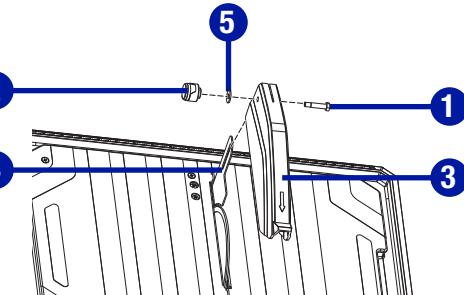

Fig. 4
INSTALLATION DU PROTÈGE-LAME SUPÉRIEUR (Fig. 4)
Dommage à l'article! Ne serrez pas trop le boulon hexagonal (1) et la molette de blocage (2). Le protège-lame supérieur (3) doit pouvoir s'élancer et s'abaisser pendant que la pièce s'approche du disque de coupe. (Fig. 4)